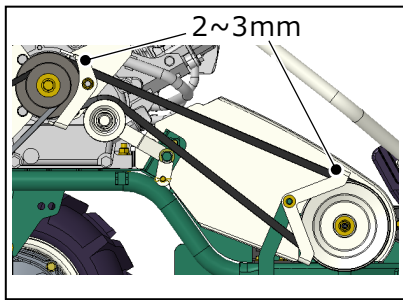

図 3
- 3)エンジン側、ナイフ側ともにベルトとベルト押さえとの間隔がともに 2~3mm になるよう図 3 を参考にベルト押さえの位置を調整してください。
④ 変速ワイヤ調整